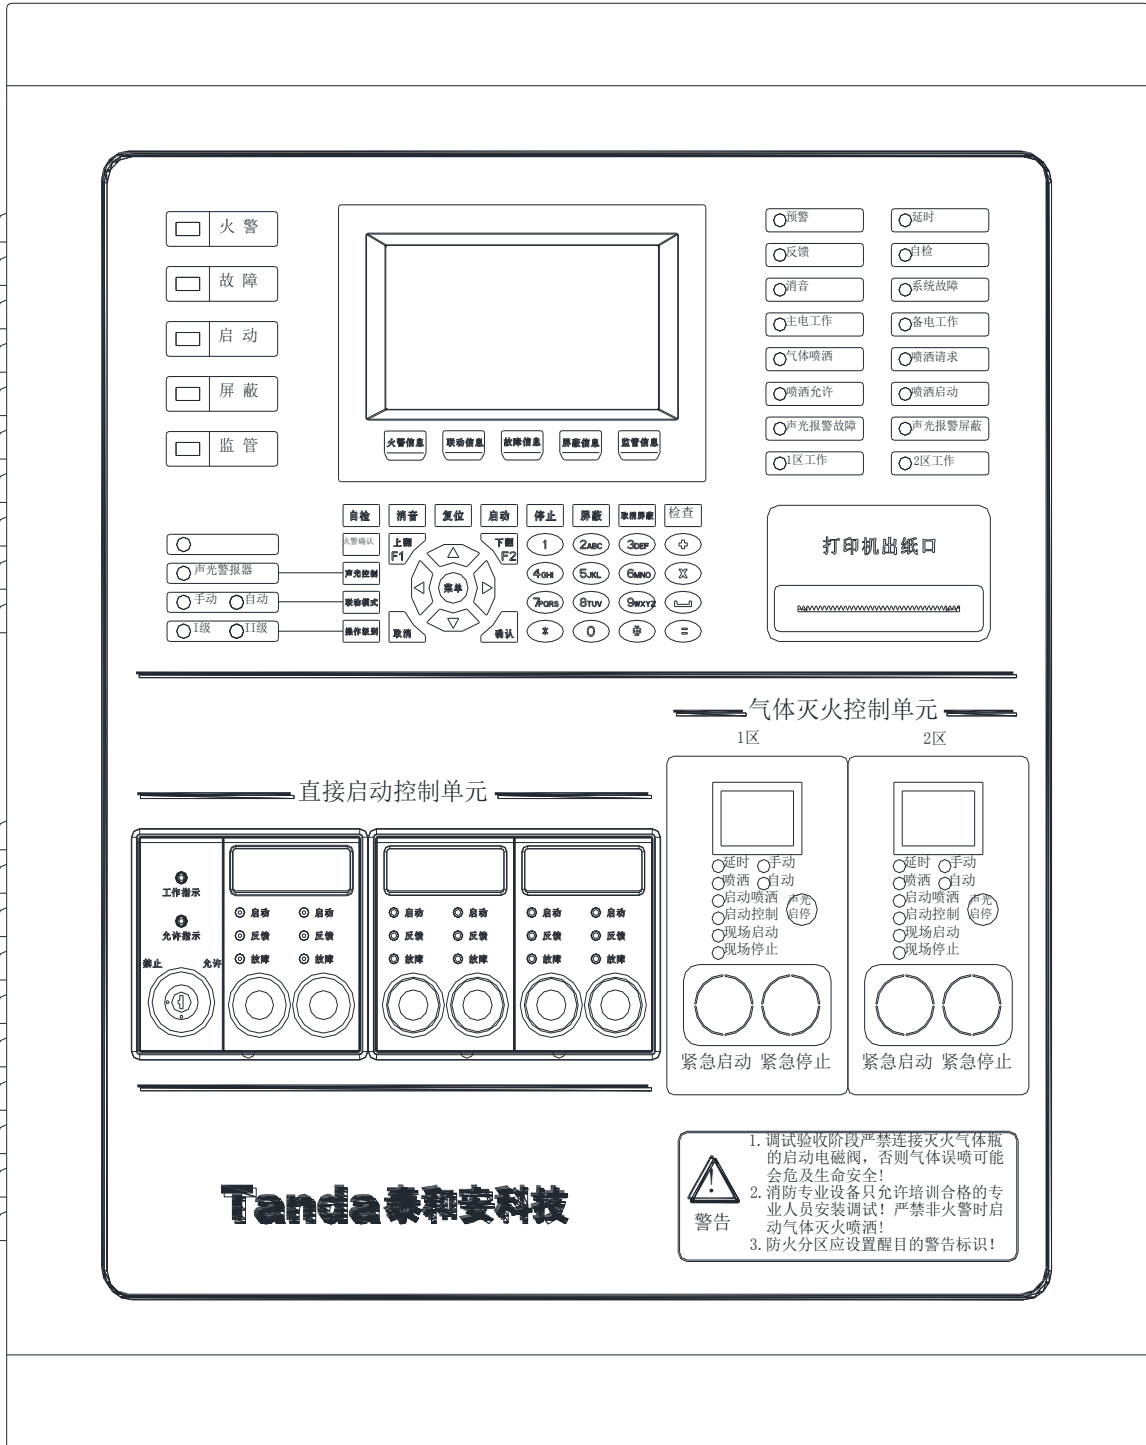

图 2-1
2.1.1 控制器面板由液晶显示屏、指示灯、查询按键、主键盘、分区显示区、多线操作区、打印机出口五部分组成, 见图2-1。